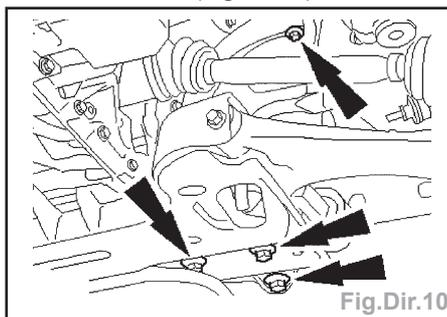

Fig.Dir.10
- Déposer les vis de fixation de traverse des deux côtés (Fig.Dir.10).